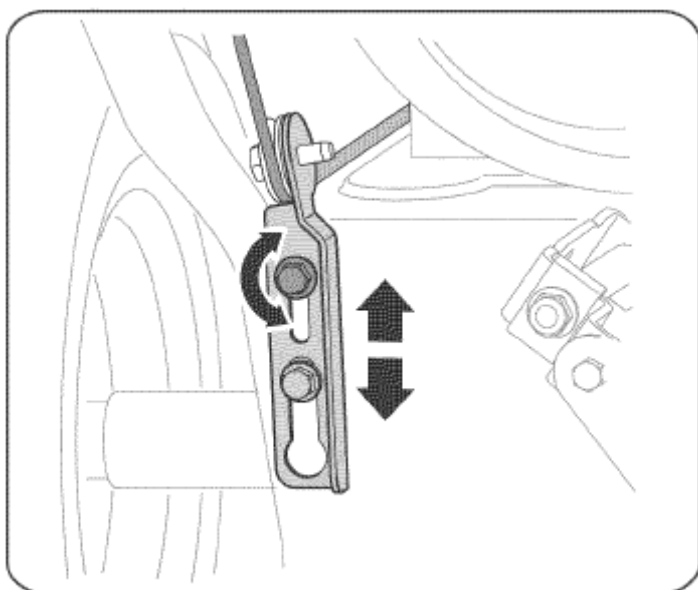

Рисунок 9
1. Когда рычаг управления шнеками отпущен и находится в верхнем положении (UP), трос должен слегка провисать, он НЕ ДОЛЖЕН быть сильно натянут.
4. Оставьте шнек включенным приблизительно на десять (10) секунд, потом отпустите рычаг управления шнеком. Повторите это несколько раз.
5. Приведя рукоятку управления шнеком в верхнее (UP) положение и тем самым отключив шнек, перейдите к головной части машины.
7. Для регулирования положения троса управления ослабьте верхний шестигранный болт на кронштейне, придерживающем трос шнека (см. рис. 9).